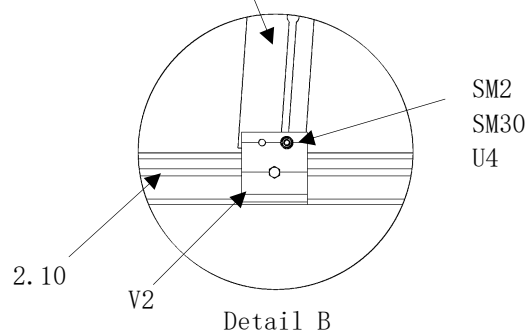

Abb. 18
- Detail B beachten!** (Abb. 18)